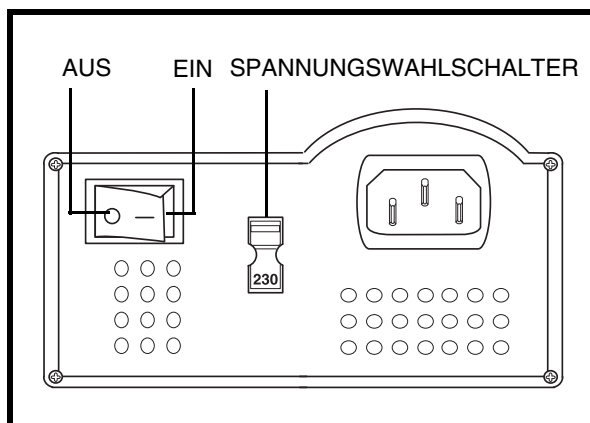

Abb. 12. Ladegerät An/ Aus und Spannungswahlschalter
Das mit Ihrem Elektromobil gelieferte externe Batterieladegerät ist mit einem 115/230 Volt Wahlschalter versehen. Überzeugen Sie sich, entsprechend Ihres Standortes, von der korrekten Einstellung. Wenn Sie sich nicht sicher sind, welche Voltzahl in Ihrem Land benutzt wird, wenden Sie sich an Ihren lokalen Stromversorger, bevor Sie das Ladekabel in die Wandsteckdose stecken. Ist die Einstellung nicht korrekt, wird das Ladegerät nicht ordnungsgemäß funktionieren. Stellen Sie den Spannungswahlschalter in die entsprechende Position. **Siehe Abb. 12.**
7. Stellen Sie das Ladegerät ein. **Siehe Abb. 12.** Wir empfehlen Ihnen eine Batterieladezeit von 8 bis 14 Stunden.
4. Achten Sie darauf, dass das Ladegerät ausgeschaltet ist. **Siehe Abb. 12.**